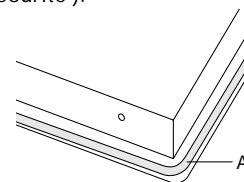

Fig. 4: Bande d'étanchéité
- Enlevez la feuille de protection de la bande d'étanchéité (A) et collez la bande le plus possible à l'extérieur, sur la partie inférieure de la glace (voir fig. 4).